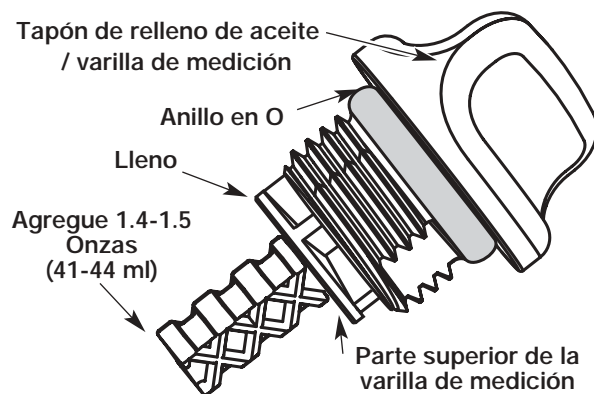

Figure 26
5. Retire el tapón de relleno de aceite / varilla de medición e inspeccione el nivel del aceite. El aceite debe llegar hasta la parte superior de la varilla de medición (Fig. 26).